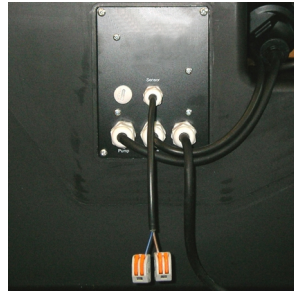

Bild 7
- Je eine, der beiden abisolierten Enden des Steuerkabels in eine WAGO-Klemme einführen, siehe Bild 7.